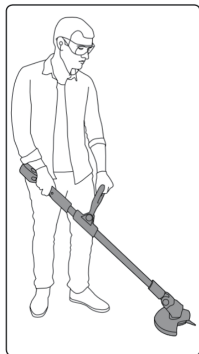

Fig. 10-1
- Utilisation comme débroussailleuse (Fig. 10-1)